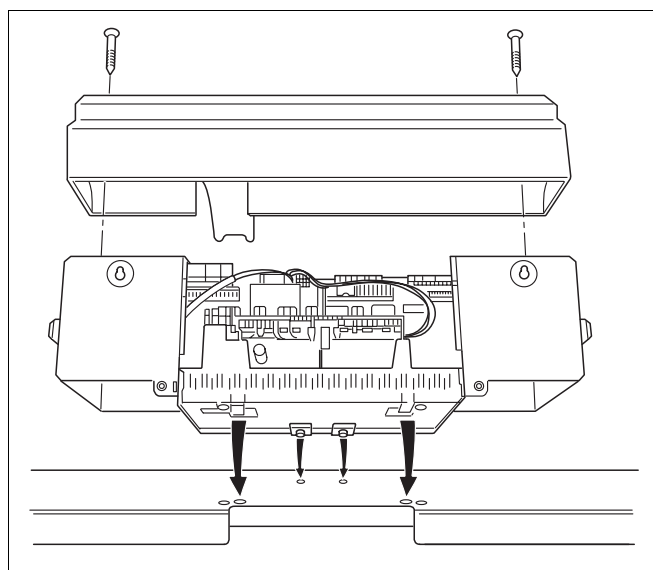

Fig. 17 Montering af instrumentpanel
- Skru de to pladeskruer ud af klemmedækkappen ovenfra, og tag kappen af (fig. 17).
- Sæt instrumentpanelet på, så indskydningskrogene foran føres ind i de ovale huller, træk instrumentpanelet fremad, og vip det derefter bagover, til de to elastiske kroge til højre og venstre går i indgreb (pile fig. 17).
- Sæt klemmedækkappen på, og skru den fast med 2 pladeskruer (fig. 17).